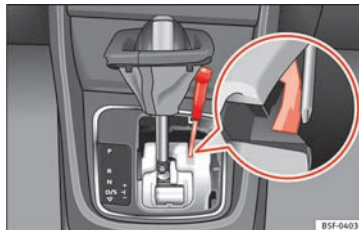

Fig. 55 Gearvælger: nødoplåsning fra parkeringsposition
- Tryk i siden på den gule udløserknap ved hjælp af skrue-trækkeren, og hold den inde » » **Fig. 55.**
- Tryk nu på låseknappen på gearvælgeren (A), og placer gearvælgeren i position N.